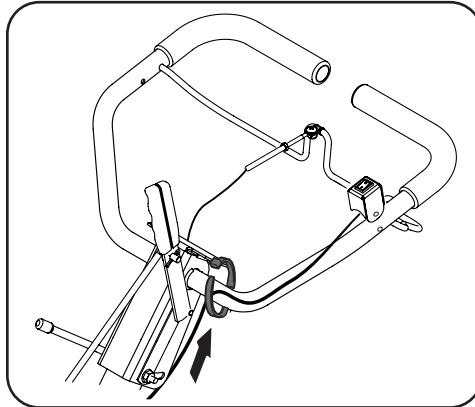

Figure 2-5
- Passez le fil sur le côté gauche du guidon et retenez-le à la partie inférieure du guidon avec une attache. Voir Figure 2-5.